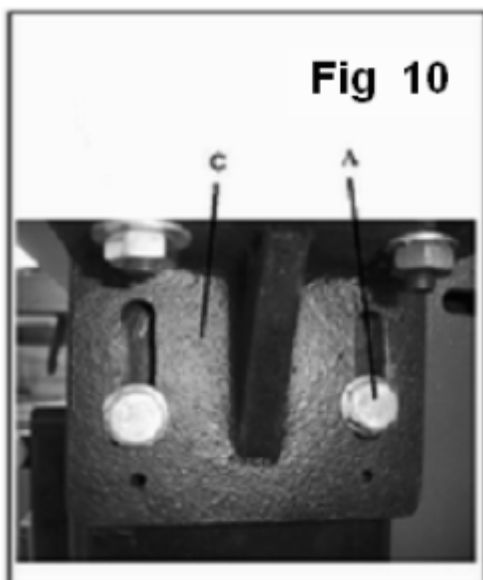

Рис. 10
2. Установить узел каретки на опоры каретки и ввернуть винты со шлицем типа Torx, как показано на рис. 10.